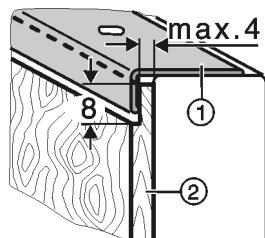

Fig. 40
- Deblje ukrasne ploče Fig. 40 (2) smanjite prema slici na debljinu od maksimalno 4 mm.